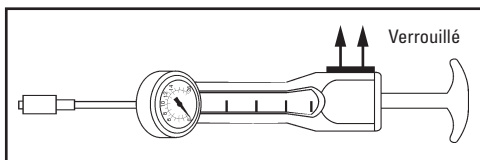

Figure 2
5. Une pression négative peut être exercée sur le cathéter afin de préserver le profil dégonflé du ballonnet. Pour ce faire, tirer le piston vers l'arrière jusqu'à atteindre le volume souhaité et le maintenir en place en relâchant le tenon de verrouillage (**Figure 2**).